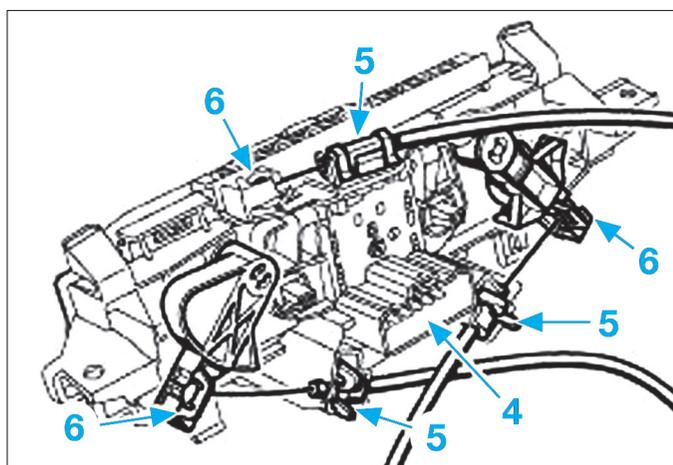

Fig. 23
- Débrancher le connecteur (4) (Fig.23).
- Dégrafer les câbles en (5).
- Décrocher les câbles en (6) du panneau de commande de climatisation.